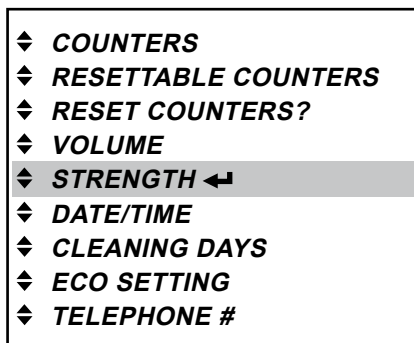

Рис. 58
1. Нажать кнопку ввода ◀, чтобы вызвать меню «STRENGTH» («КРЕПОСТЬ»). (Рис. 58)